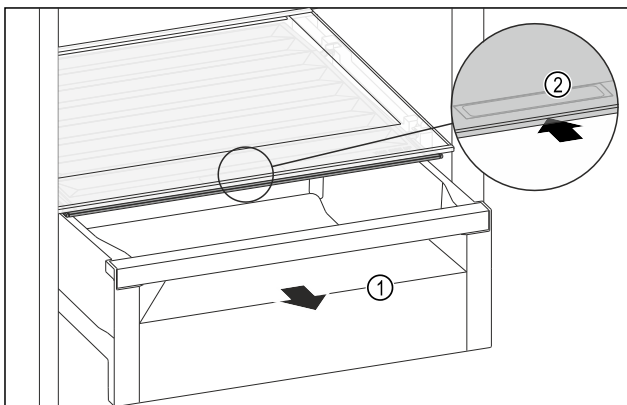

Fig. 126
- Estrarre il cassetto Fig. 126 (1).
- Afferrare la maniglia incassata Fig. 126 (2) sul coperchio dello scomparto e spingere allo stesso tempo all'indietro il coperchio dello scomparto.